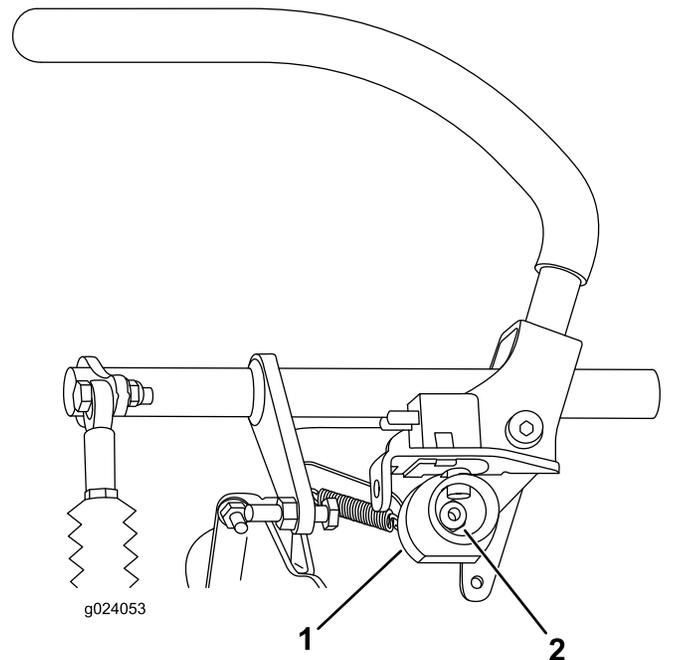

Рисунок 68
6. Ослабьте гайку, удерживающую кулачок (Рисунок 68).